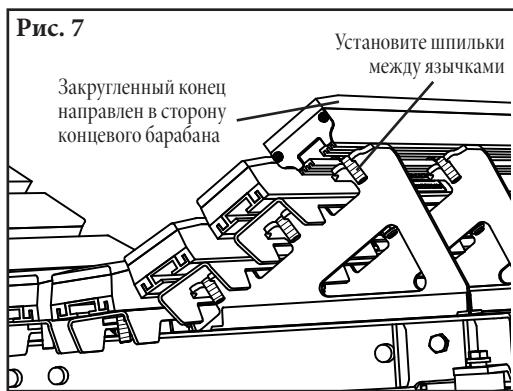

Рис. 7
Надвиньте лоток в сборе на U-образные поперечины с язычками, направленными в сторону концевого барабана (рис. 7). Продвиньте лоток по приваренному стержню и потяните назад, чтобы насадить на стержень. Тем самым создается так называемое «рабочее положение».
7. **Установите новый брус и опору на станцию.** Поместите новый амортизирующий брус и опору бруса на станцию, ориентируя закругленную кромку на концевой барабан (рис. 7). Выровняйте болты и подтяните брусы к поперечной распорке.